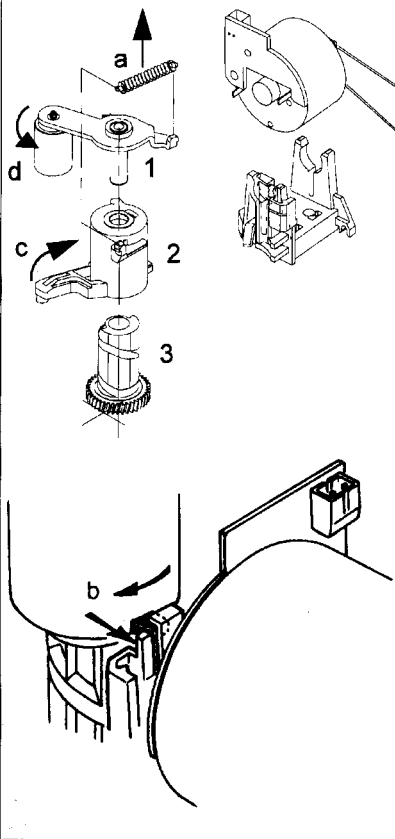

Fig. DM3
- A questo punto il rullo di pressione e la guida possono venire sollevati liberamente (vedere la fig. DM3).